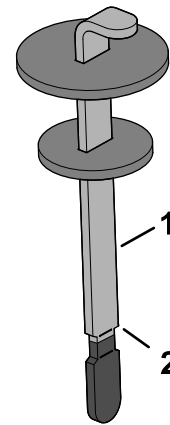

Figure 169
4. Dévissez la jauge du goulot de remplissage et essuyez-la sur un chiffon propre. Remettez la jauge dans le goulot de remplissage, puis ressortez-la et contrôlez le niveau de liquide. Il doit atteindre le repère sur la jauge (Figure 169).